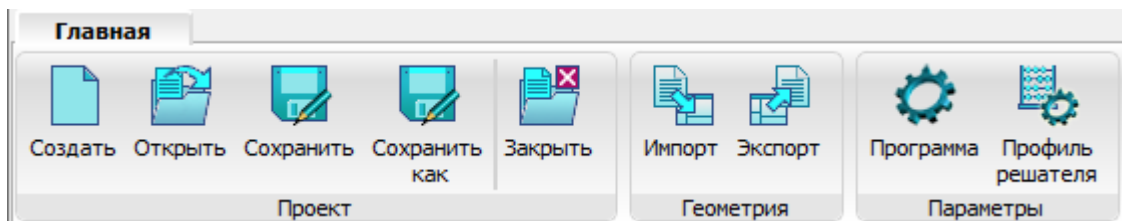

Рис. 129
16.1.1.1. Команды меню «Главная» предназначены для сохранения и загрузки текущего состояния проекта (сеанса работы) пользователя, включая импорт моделей, заданных в САД системах, а также вызова диалога настройки параметров программы. Меню «Главная» показано на рис. 129.